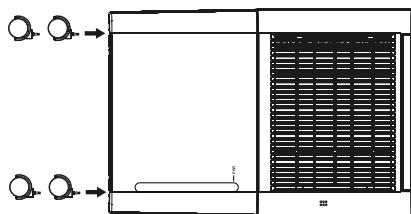

Fig. 1
- ◆ Inserire le rotelle **6** nei quattro fori presenti sul lato inferiore dell'apparecchio premendole finché non s'innestano completamente (vedere fig. 1).